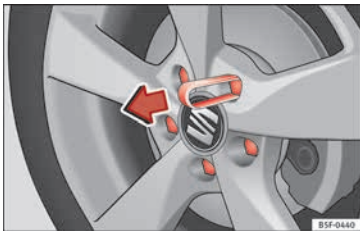

Abb. 63 Rad: Radschrauben mit Deckel.
- Schieben Sie die Kunststoffklammer (Bordwerkzeug) so weit auf die Abdeckkappe, bis sie einrastet »» Abb. 63.